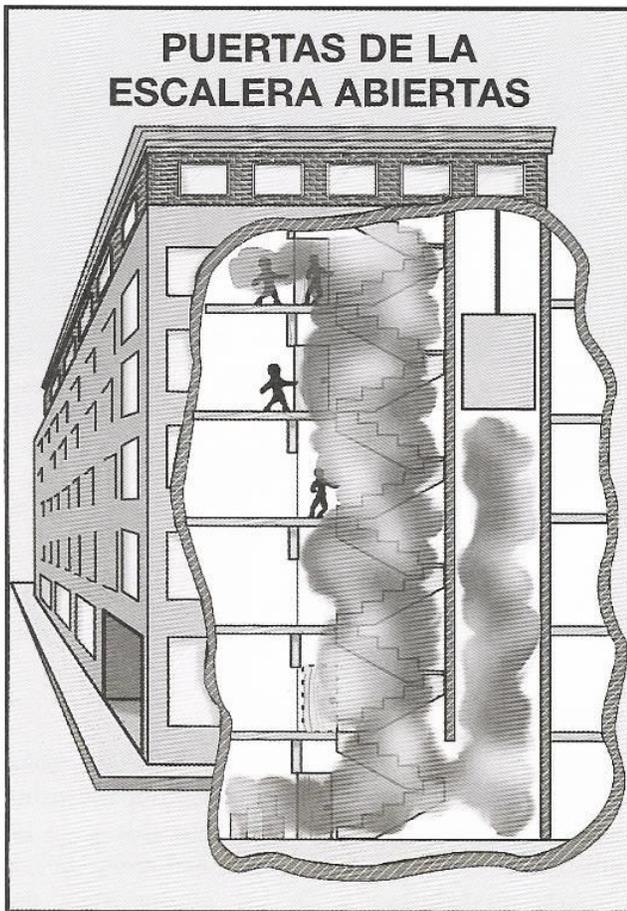

Figura 10.16 El fuego y el humo pueden propagarse por las escaleras si se dejan abiertas las puertas.
- A través de escaleras, ascensores y huecos mediante contacto directo con las llamas o con corrientes de aire de convección (véase la figura 10.16)